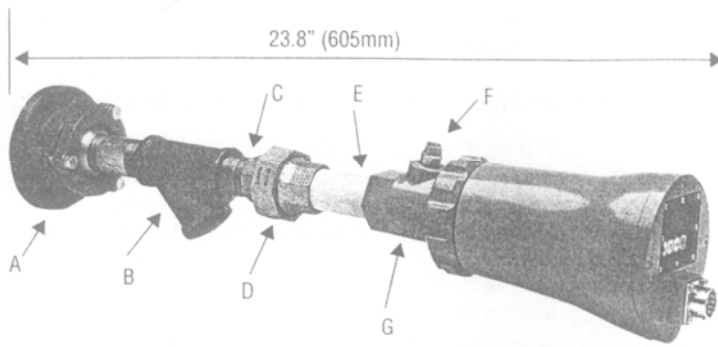

Рис. 5
6. Выбранный метод для установки сканеров, крепящихся к поверхности, требует использования монтажного поворотного кронштейна, деталь № 60-1664-3 (NPT), как показано на Рис. 5, 6 и 7. Расположите монтажный поворотный кронштейн по центру над 2-х дюймовым отверстием в кожухе горелки и закрепите при помощи трех винтов с шестигранными головками (не поставляются). Установите визирную трубку на монтажный поворотный кронштейн. Если поворотный кронштейн не используется, вставьте конец визирной трубки в отверстие, совместите отверстие с нужным углом обзора и заварите встык (сварка должна быть достаточно прочной, чтобы временно выдержать вес установленного сканера). Визирная трубка должна устанавливаться так, чтобы сдвигаться вниз, чтобы внутри не накапливались грязь и пыль.
9. Линзу сканера нужно предохранять от загрязнения (масла, золы, сажи, грязи), а температура корпуса сканера не должна превышать максимально допустимого значения 65°C. Слишком высокие температуры сократят срок службы сканера. Оба требования будут удовлетворены с помощью постоянного инжeksiрования воздуха для продувки либо во впускное отверстие корпуса 3/8д., либо в 1-дюймовый тройник перед монтажным поворотным кронштейном, как показано на Рис. 5 и 6.
Монтажный поворотный кронштейн сканера P/N 60-1664-3 (NPT) (см. Рис. 8, деталь А) используется для регулировки угла наведения сканера после его установки. Монтажный поворотный кронштейн используется, как показано на Рис. 5, 6 и 7.
Уплотнительное соединение P/N 60-1199 (см. Рис. 8, деталь В) используется, когда для системы труб сканера нужно подсоединение или герметизация. Кварцевое окошко блокирует давление печи, а также попадание горячих газов и сажи на сканер и препятствует загрязнению его линзы. Размер - один дюйм США, стандартная конусная трубная резьба (Регламент 40, 1д. - 11 ½ NPT). Когда используется уплотнительное соединение, за ним должно использоваться 1-дюймовое тройниковое соединение для патрубка для продувки воздухом (заглушите отверстие 3/8д.). Использование уплотнительного соединения показано на Рис. 5, деталь D.